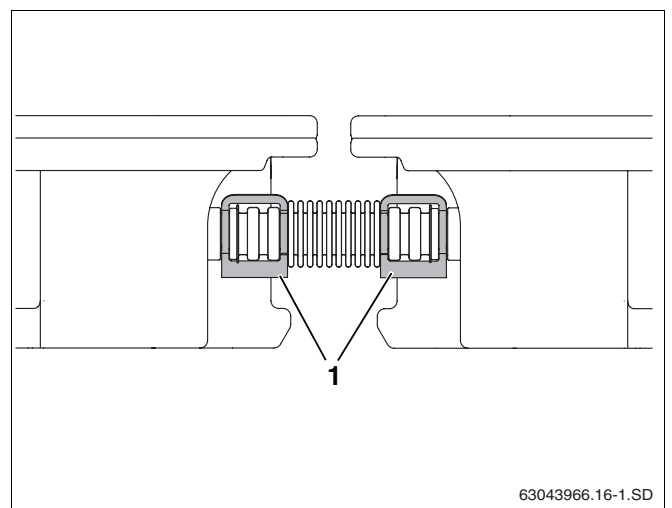

Fig. 27 Connecteur de tube ondulé sécurisé à l'aide des brides de fixation
- Fixez chaque capuchon avec une bride et chaque connecteur avec deux brides (fig. 27, **pos. 1**).